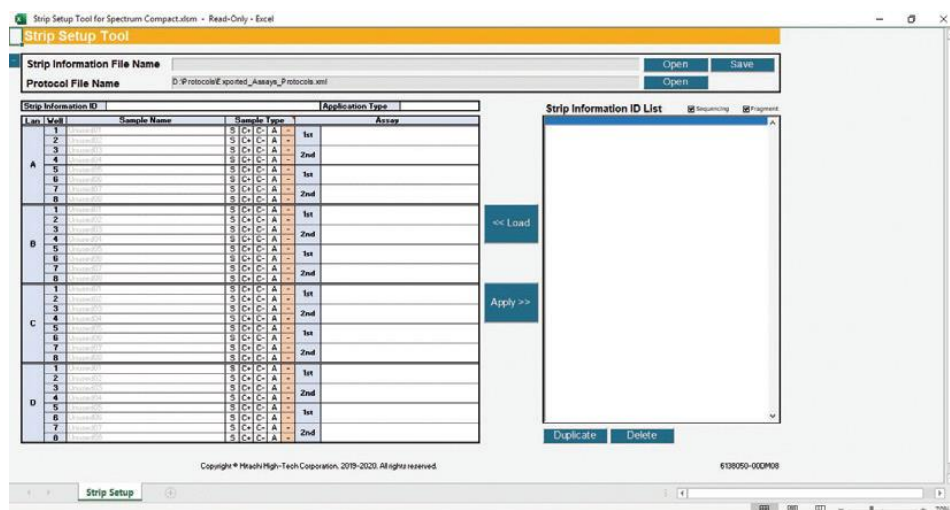
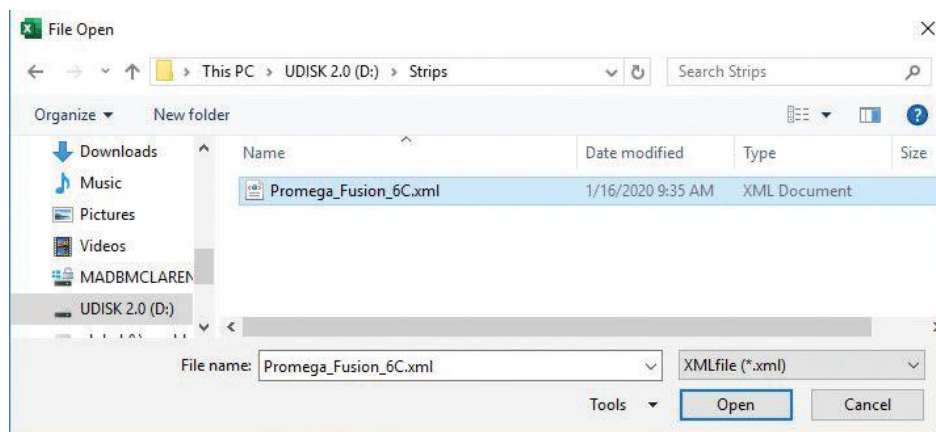

図 215 Protocol File Name に Protocol.xml ファイルが表示された Strip Setup Tool for Spectrum Compact 画面
図 216 ブラウジングウィンドウ
1. Strip Setup Tool for Spectrum Compact で protocol.xml のファイルを開いた後、Strip Information File Name ボックス (図 215) の右側にある **Open** を選択します。ブラウジングのウィンドウが表示されますので、作成した strips.xml ファイルの場所を指定し、**Open** を選択します。(図 216)